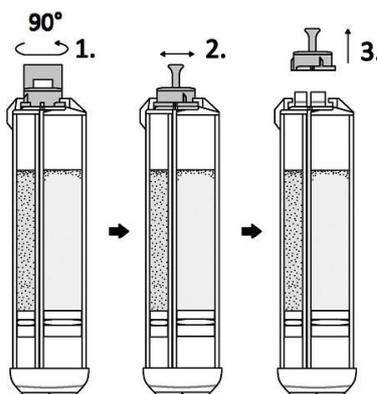

Fig. 3
3. Segure firmemente na seringa, com o bico para cima, rode a tampa 90° no sentido contrário ao dos ponteiros do relógio e retire a tampa, abanando-a dum lado para o outro (fig. 3).